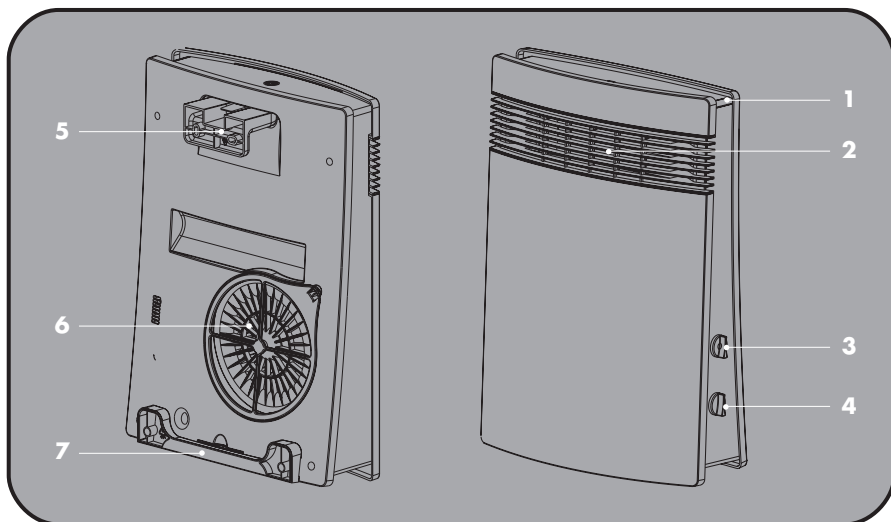

Abb. 5: Geräteübersicht
1. Um den Staubfilter abzunehmen drücken Sie auf den Verschlusshaken und ziehen diesen zu sich (siehe Abb. 5)